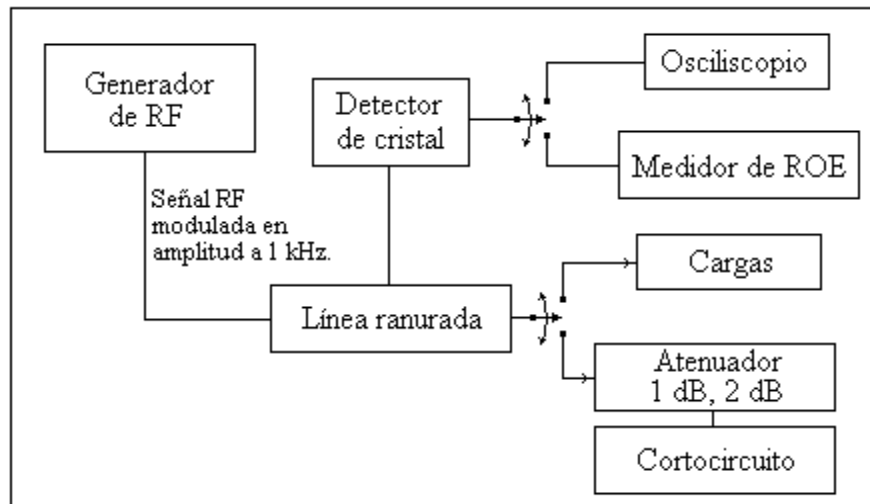

Figura 1.3. Mediciones usando la guía ranurada.
1. Monte el sistema mostrado en la figura 1.3, mediciones sobre la guía ranurada, con la potencia de salida del generador al valor mínimo.